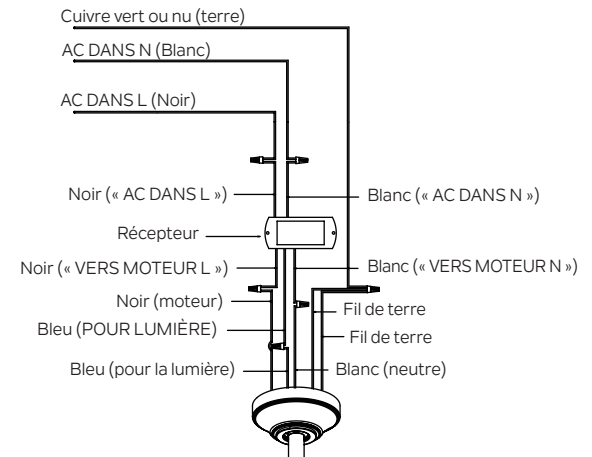

Fig. 14
**Étape 2.** Raccordements électriques du moteur au récepteur : Raccordez le fil NOIR du ventilateur au fil NOIR marqué « VERS MOTEUR L » du récepteur. Raccordez le fil BLANC du ventilateur au fil BLANC marqué « VERS MOTEUR N » du récepteur. Raccordez le fil BLEU du ventilateur au fil BLEU marqué « POUR LA LUMIÈRE » du récepteur. Fixez tous les raccords de fils avec les connecteurs de fils en plastique fournis. (Fig. 14)
**Étape 3.** Raccordements électriques du récepteur à distance au boîtier de sortie : Raccordez le fil NOIR (chaud) du plafond au fil NOIR marqué « AC DANS L » depuis le récepteur. Raccordez le fil BLANC (Neutre) du plafond au fil BLANC marqué « AC DANS N » depuis le récepteur. Fixez tous les raccords de fils avec les connecteurs de fils en plastique fournis. (Fig. 14)
**Étape 4.** Si votre boîtier de sortie a un fil de terre (cuivre vert ou nu), raccordez-le aux fils de terre du ventilateur. Sinon, connectez le fil de terre du ventilateur au support de montage. Fixez le raccord du fil avec un écrou en plastique fourni. Après avoir raccordé les fils, écartez-les de manière à ce que les fils vert et blanc soient d'un côté du boîtier de sortie et que les fils noirs et bleus soient de l'autre côté. (Fig. 14)